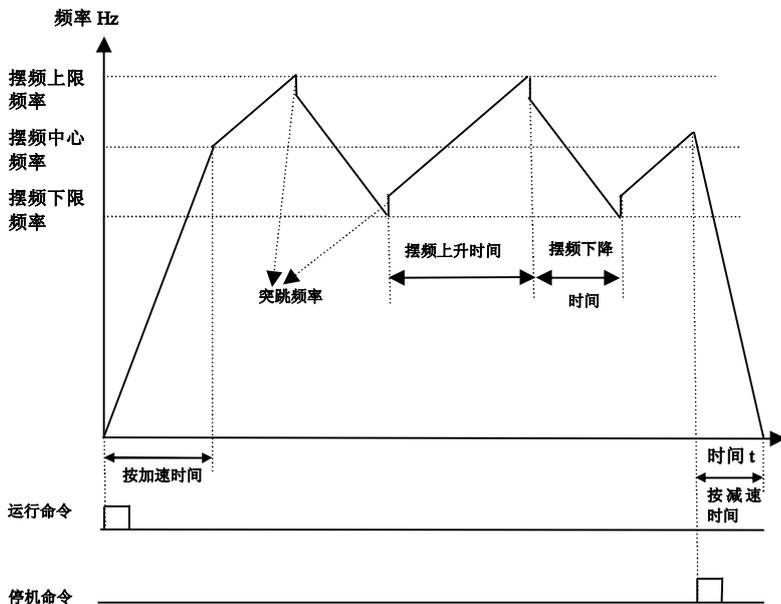

图 5-6 摆频 1 工作模式
- F235=1, 摆频模式 1, 中心频率固定, 由 F242 给定, 工作过程如图 5-6 所示。